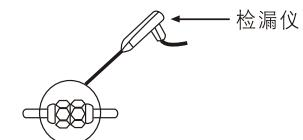

图35
- 3 用⑬塑料绝缘带把铜管和连接电缆包起来。
- 4 在接口处用检漏仪或者肥皂水来检查是否有泄漏。（如图35）